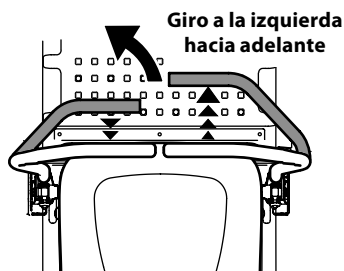

Figura 23
1. Para girar a la izquierda, mueva la palanca de control de la transmisión del lado izquierdo hacia atrás respecto de la palanca de control de la transmisión derecha (Figura 23).